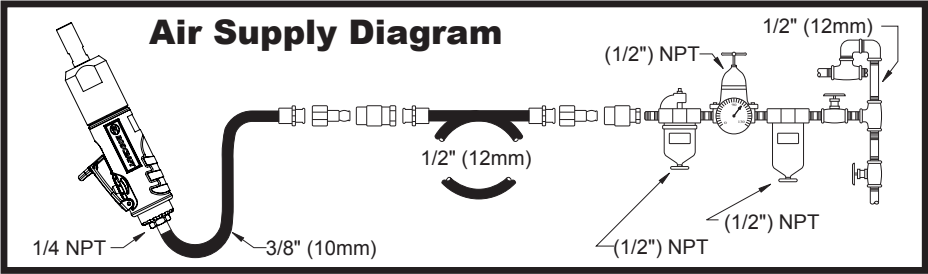

Fig. 01
**3. Operation (See figures 01 & 02)**
- Connect device as shown in Fig. 01.
- To start the machine, pull the lever (A). Machine speed is increase by increasing pressure on the lever. Release the lever to stop.
- Das Gerät wird in Abb. 01 gezeigt anschließen.
- Um die Maschine zu starten, muss der Auslöser (A) gezogen werden. Der Druck auf den Abzug bestimmt die Geschwindigkeit des Motors. Um die Maschine zu stoppen, den Auslöser wieder freigeben.